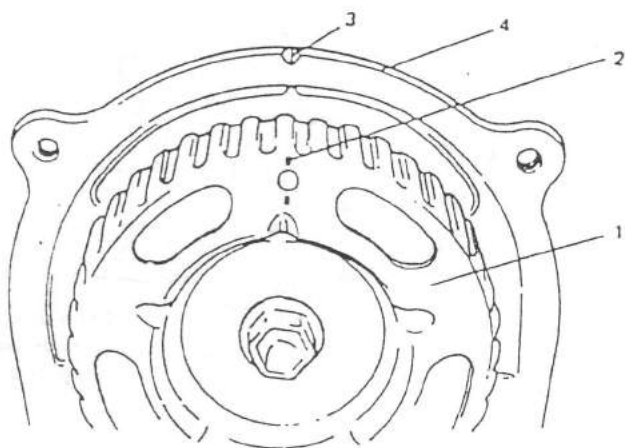

Fig. 3-6-48 Marcas de alineación
- 7) Después de aflojar todos los tornillos de ajuste de válvula completamente, gire el engranaje del árbol de levas en el sentido de las agujas del reloj y alinee la marca de sincronización en el engranaje del árbol de levas con la marca en forma de "V" en la cubierta interior de la correa de la forma indicada en la Fig. 3-6-48.